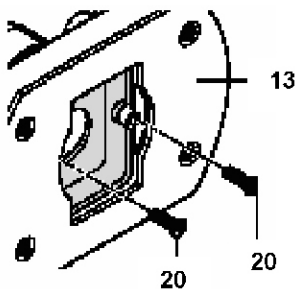

Рис. 3
1. Отключите изделие от электросети и положите его так, как показано на рис.3. Отверните 2 винта 20.